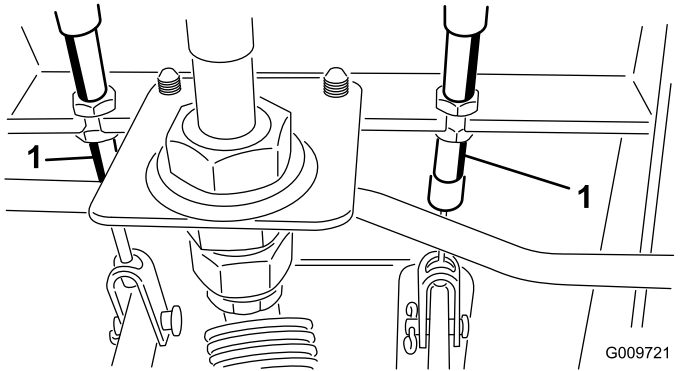

図 80
- A. ブレーキケーブル 図 80 の端にある前ナットをゆるめる。